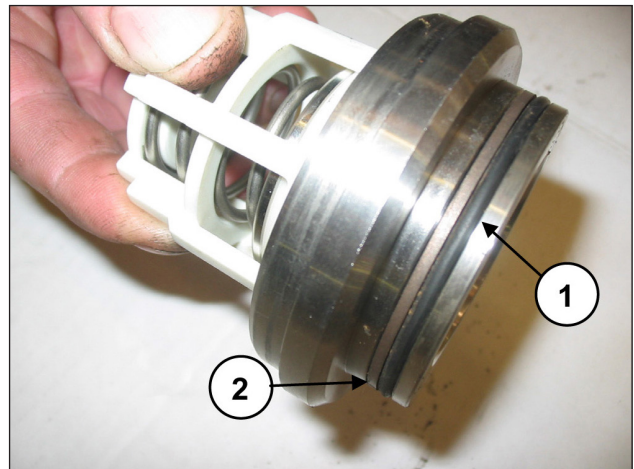

Abb. 117
Montieren Sie den O-Ring, Pos. 5 Explosionszeichnung (Pos. ①, Abb. 117) und den Stützring, Pos. 15 Explosionszeichnung (Pos. ②, Abb. 117) auf den Sitz des Druckventils.